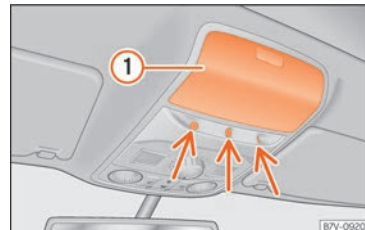

Abb. 93 In der Dachkonsole: Sensoren der Innenraumüberwachung.
- Ablagefach »» Abb. 93 ① in der Dachkonsole schließen, da sonst die Funktion der Innenraumüberwachung (Pfeile) nicht uneingeschränkt gewährleistet ist.